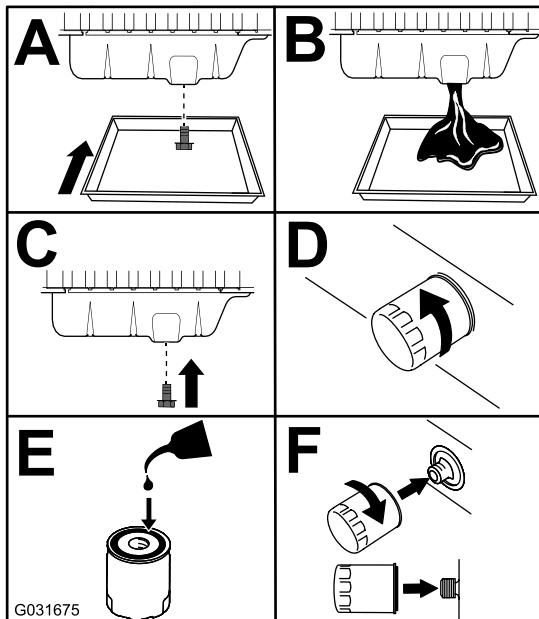

Bild 77
3. Tauschen Sie das Motoröl und den Motorölfilter aus (Bild 77).